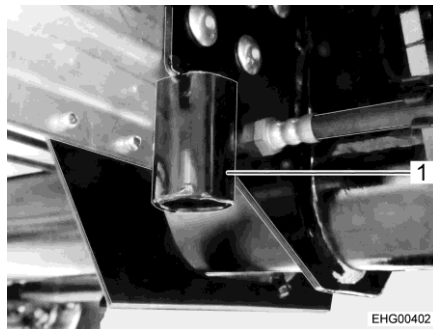

Bild 155 Fäste för domkraft
- ▷ Använd domkraften (Bild 155,1) under axelblocket (framför axelröret) för att fästa lyftanordningen.